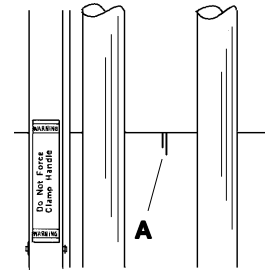

Figure 27
5. If the machine is square, the two cuts at the top of the board, (one made from the front and one from the back) will be in alignment. If not, **(A) Figure 27**, the **SQUARING EDGE BARS** must be repositioned. If the second cut at the top is to the left of the cut made from the front, the **LEFT SQUARING EDGE BAR** must be lowered. Conversely, if the second top cut is to the right of the first, the **LEFT SQUARING EDGE BAR** must be raised. In either case, the amount of squaring adjustment required is half the distance between the two top cuts.
5. Wenn die Maschine korrekt ausgerichtet ist, werden die beiden Schnitte auf der oberen Kante des Materials (einer wurde von der vorderen, der andere von der hinteren Seite des Materials gemacht) genau miteinander übereinstimmen. Wenn nicht, **(A) Abbildung 27**, müssen die **Winkelleisten** neu eingestellt werden. Wenn der zweite Schnitt an der oberen Kante rechts von dem ersten Schnitt ist, muß die **linke Winkelleiste** niedriger gesetzt werden. Wenn der zweite Schnitt an der oberen Kante rechts von dem ersten Schnitt ist, muß die **linke Winkelleiste** angehoben werden. In jeden Fall ist die Länge der vorzunehmenden Einstellung der **Winkelleisten** jeweils die Hälfte der Entfernung zwischen den beiden oberen Schnitten.
5. Si la machine est d'équerre, les deux coupes sur la partie supérieure du panneau (une faite de l'avant et une faite de l'arrière) s'aligneront. Si ce n'est pas le cas, (**A**) **Figure 27**, les **BARRES DE BORD D'ÉQUARRISSAGE** doivent être repositionnées. Si la deuxième coupe sur la partie supérieure est à la gauche de la coupe faite de l'avant, la **BARRE DE BORD D'ÉQUARRISSAGE GAUCHE** doit être abaissée. À l'inverse, si la deuxième coupe est à la droite de la première, la **BARRE DE BORD D'ÉQUARRISSAGE GAUCHE** doit être relevée. Dans les deux cas, la quantité d'ajustement requis est la moitié de la distance entre les deux coupes supérieures.